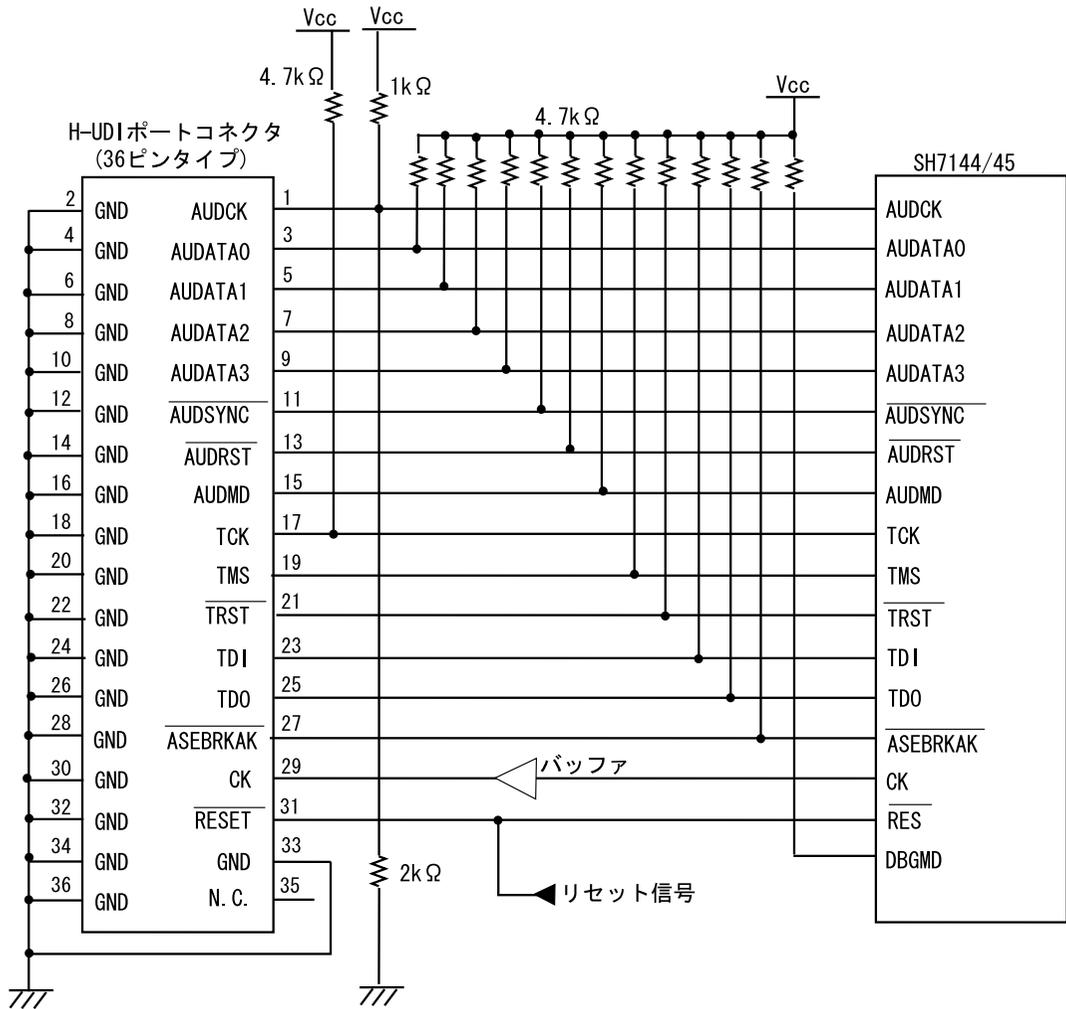

図 1.5 E10A 使用時の H-UDI ポートコネクタ - チップ間の推奨接続例(36 ピンタイプ)
E10A エミュレータ使用時の H-UDI ポートコネクタ(36 ピンタイプ)とチップ間の推奨接続例を図 1.5 に示します。
- E10A エミュレータを使用する場合、H-UDI ポートコネクタと SH7144F または SH7145F 間の CK 端子の接続は、図 1.5 に示すようにバッファ(推奨品 : 74LVC125)を介して接続してください。
- 図 1.5 に記載されている抵抗値は、参考値です。